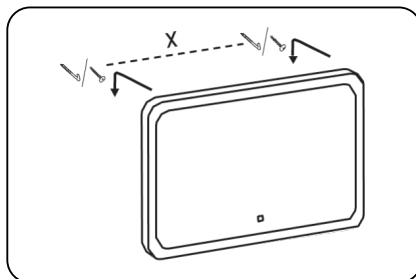

Рис. 1.6
4. Повесьте зеркало на крепежные элементы (Рис. 1.6).